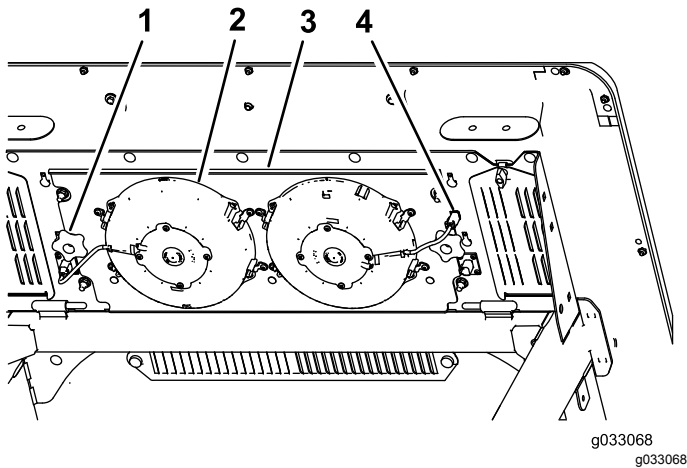

Figure 57
2. Languette (4)
3. Débranchez le connecteur et le câble d'alimentation des ventilateurs de la prise (Figure 57).
4. Retirez les 2 boutons qui fixent le panneau de ventilateurs et les ventilateurs sous le haut de la cabine (Figure 57) et déposez l'ensemble.